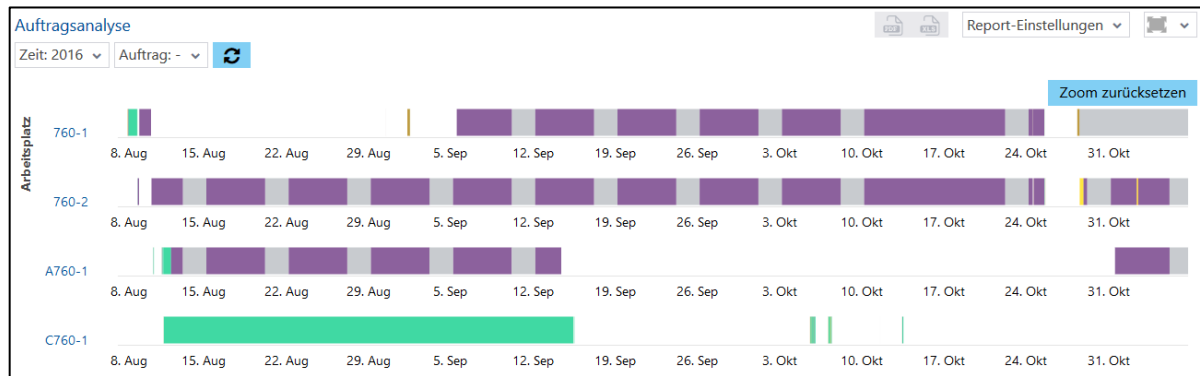

Bild 129: Auftragsanalyse als Zeitstrahl
- Auftragsanalyse als Zeitstrahl (Bild 129):